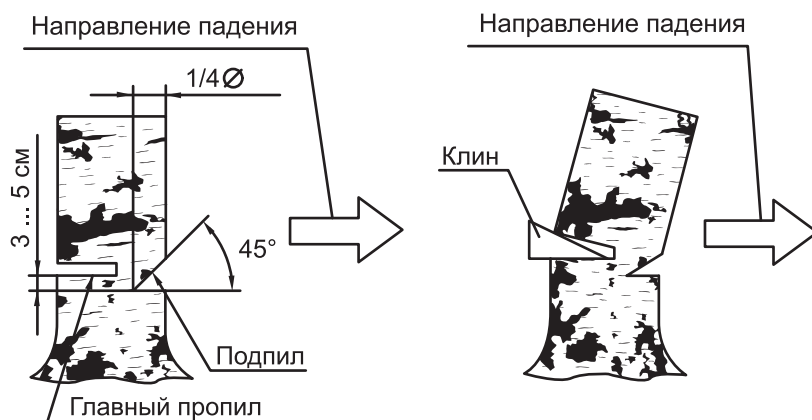

Рис. 10
1) Выполните подпил на четверть диаметра ствола со стороны предполагаемого направления падения (рис. 10). Верхний пропил должен быть произведен под углом около 45°, нижний – горизонтально, таким образом, чтобы он пересекался с верхним и не был ниже него.
2) Выполните чуть выше основной пропил со стороны, противоположной подпилу, на глубину $\frac{3}{4}$ толщины ствола, обязательно оставив небольшой недопил (рис. 10).